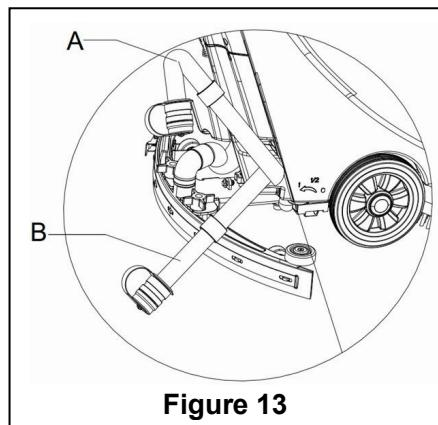

Figure 13
2. En utilisant la poignée de la raclette (14), soulevez la raclette.
4. Saisissez le guidon (2) et inclinez légèrement la machine vers l'arrière jusqu'à ce que la roue de guidage touche le sol. (Pour arrimer la machine, veuillez consulter les procédures de la partie arrêt de la machine.)
5. Retirez le tuyau de vidange du clip de fixation, pliez l'extrémité supérieure du tuyau de vidange (comme indiqué en A, Figure 13) puis ouvrez le bouchon du tuyau de vidange et abaissez le tuyau de vidange en position basse ou au sol pour vidanger l'eau. Vous pouvez également placer directement le tuyau de vidange en position basse ou au sol pour que la sortie d'eau soit orientée vers le bas (comme indiqué en B, Figure 13) puis tournez pour ouvrir le bouchon de vidange d'eau afin d'évacuer les eaux usées du réservoir. Une fois la vidange effectuée, utilisez de l'eau propre pour nettoyer l'intérieur du réservoir de récupération.
**Lors de la vidange des eaux usées, le flexible d'aspiration pour les déchets doit être plié ou abaissé à une position plus basse (comme représenté dans la Figure 13 A ou B) puis ouvrez le bouchon du flexible d'aspiration afin de vidanger l'eau. N'orientez pas la sortie du flexible d'aspiration pour les déchets vers le haut pour vidanger l'eau verticalement. Ceci afin d'éviter que les eaux usées se déversent sur l'opérateur.**